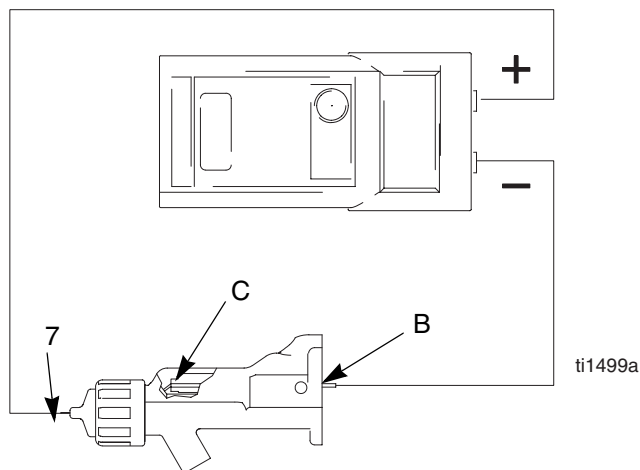

Fig. 17. Prova della resistenza degli elettrodi
1. Inserire un perno conduttivo (B) nel corpo della pistola (rimosso per la prova dell'alimentatore) e nel contatto di metallo (C) nella parte anteriore del corpo.
2. Misurare la resistenza fra l'asta conduttiva (B) e l'elettrodo (7). La resistenza deve essere compresa tra i 20 ed i 30 megohm. Vedere Fig. 17.